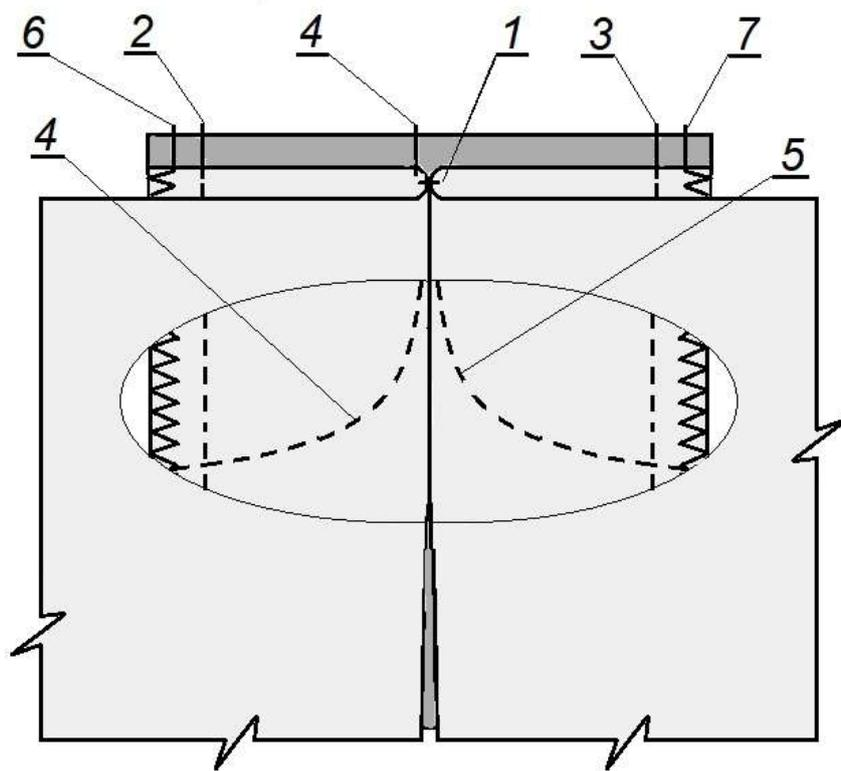

Рисунок 2 – Схема обработки встречной соединительной застрочной складки
2) При пошиве можете воспользоваться рекомендованной технологической последовательностью изготовления, приведенной ниже (стр. 7), а также схемой обработки (стр. 8, рис. 2), или применить свой метод изготовления, не ухудшающий качество и полностью соответствующий заданному внешнему виду фрагмента модели женского платья.
2. Застрочить (иначе: стачать) складку нижней части переда по линии середины складки на расстоянии 2 см от верхнего среза (без учета запланированного Вами припуска шва), (рис. 2, строчка 1).
4. Притачать деталь складки (из отделочной ткани) к внутренним срезам припуска складки нижней части переда, ш. шва 1,0 см (рис. 2, строчки 2,3).
5. Рекомендуется закрепить одну сторону складки строчкой вдоль шва застрачивания на расстоянии 0,1-0, 2 см (рис. 2, строчка 4) и поперечную закрепку складки по наклонной или овальной линии. С другой стороны складки выполнить поперечную закрепку по наклонной или овальной линии (рис. 2, строчки 5).
6. Обметать внутренние швы притачивания детали складки (из отделочной ткани) (рис. 2, строчки 6, 7).